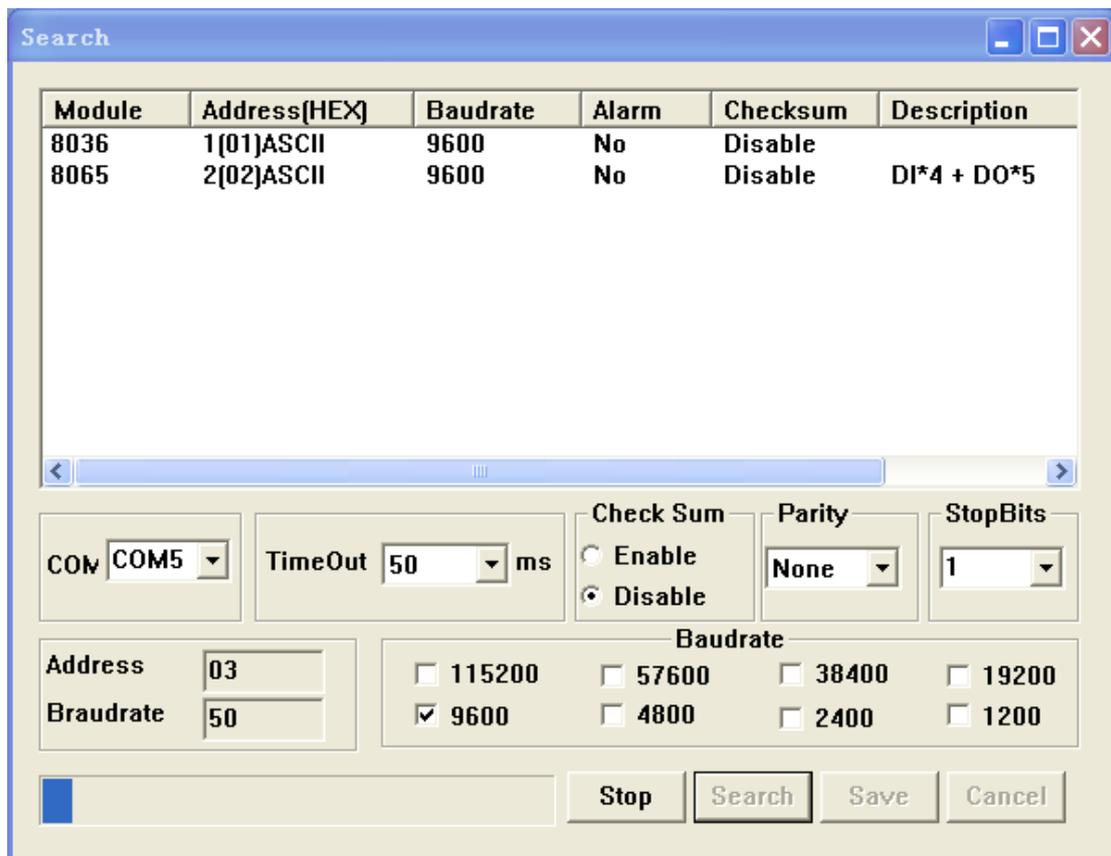

图 12 重新搜索设备
⑤ 点击“Cancel”按钮关闭设备搜索界面，选择菜单栏“QUERY”目录下的“Start”，重新进行硬件搜索，直到搜索到 R-8036、R-8065D 两个模块，如图 12 所示；